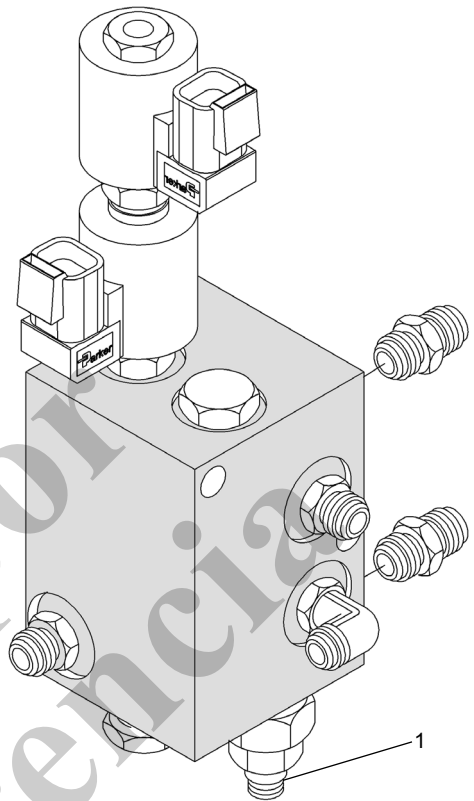

FIGURA 2-16
1. Con el motor apagado, desconecte la manguera que va de la lumbrera "A" del colector de inclinación de la cabina a la lumbrera de la varilla del cilindro en el cilindro y tape el adaptador del cilindro (vea la Figura 2-16).
3. Arranque el motor y hágalo funcionar a ralentí. Intente bajar la cabina. El manómetro deberá indicar  $2500 \pm 100$  psi. De lo contrario, ajuste la válvula de alivio enroscándola para aumentar o desenroscándola para disminuir la presión (vea la Figura 2-16).